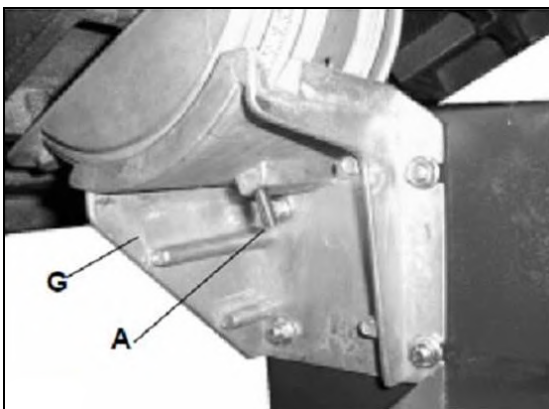

Fig 4
Vend bordet og fjern fingerskruen (C) fra skruen (A) og sikr, at enden af skruen går hele vejen ned gennem støbningen (Fig 4)